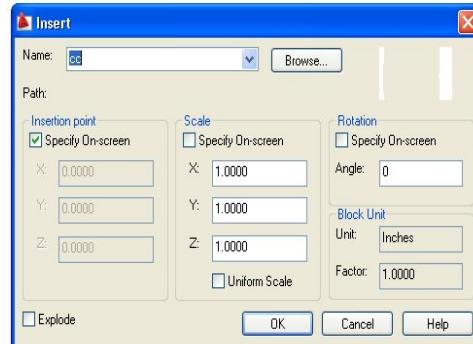

Figura 1.1.81
Comanda va activa fereastra **Insert**, figura 1.1.81, unde:
- Restul controalelor sunt similare cu cele din fereastra **Insert**, figura 1.1.81.